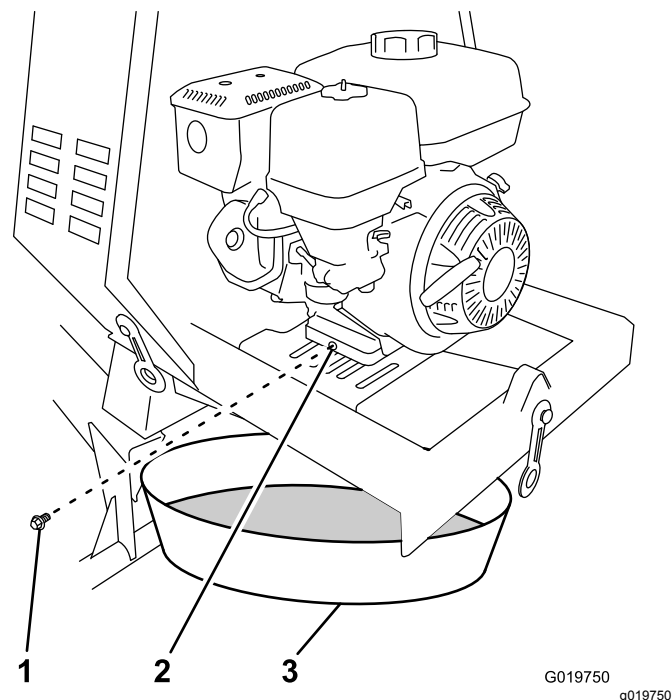

Figura 40
3. Coloque un recipiente debajo del orificio de vaciado de aceite del motor (Figura 40).
4. Retire el tapón de vaciado y recoja el aceite en el recipiente (Figura 40).
5. Cuando se haya drenado completamente el aceite, coloque el tapón de vaciado con una arandela nueva (Figura 40).